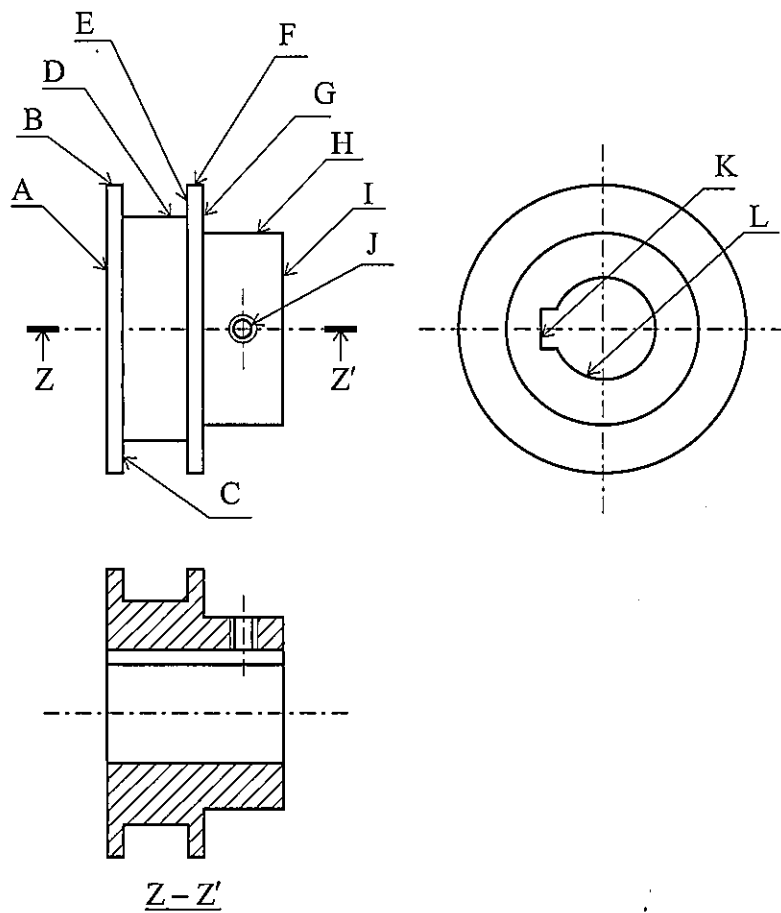

図 9-2
- (4) 設問(3)で挙げた機構と比較して、平ベルトを用いた動力伝達機構の長所および短所をそれぞれ 3 点ずつ述べよ。
- (5) 図 9-2 に示すプーリを丸棒から加工する場合、面 A～L を創成する順序を、段取り替えのタイミングも含めて説明せよ。また、それぞれの面を創成するための切削工具と工作機械も述べよ。なお、プーリの材質は JIS S45C (ISO C45) とする。
- (6) 加工後にプーリの表面の硬度を上げる表面処理方法を 2 つ示せ。
- (7) 設問(6)で挙げた表面処理方法のメカニズムをそれぞれ 100 文字以内で説明せよ。